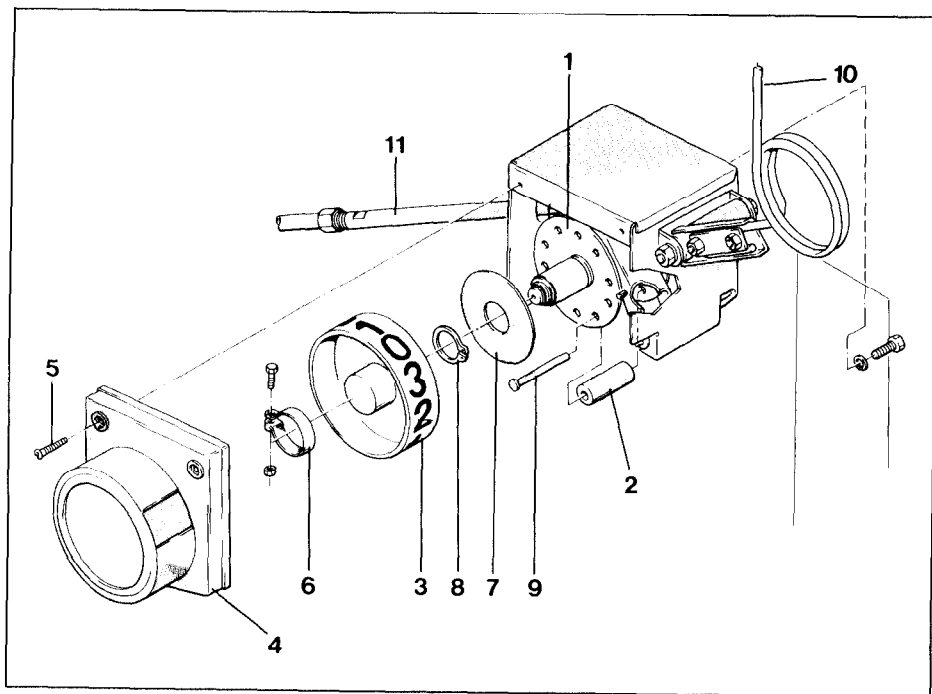
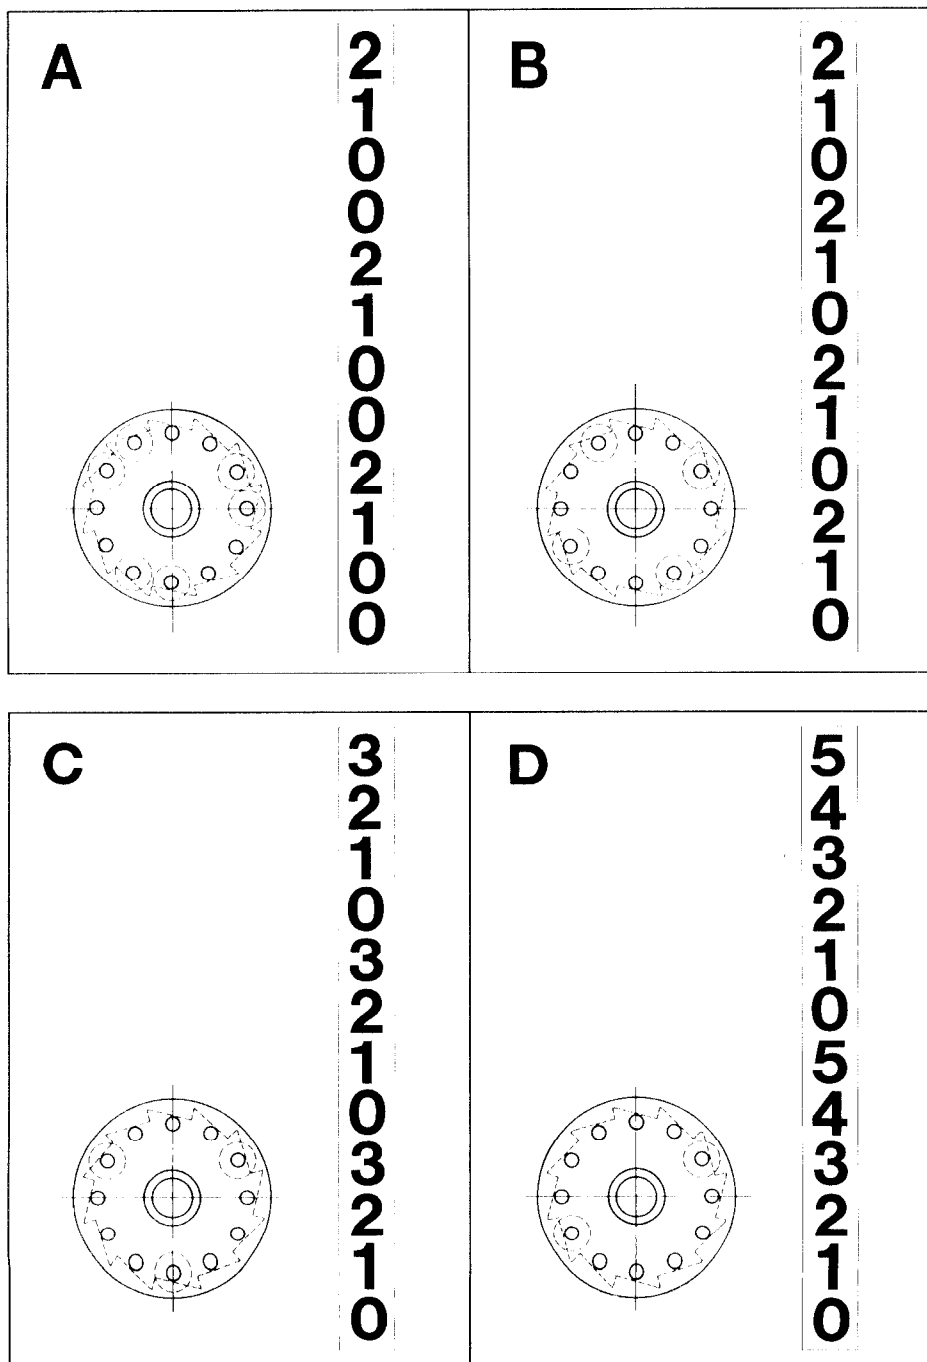

Fig. 93
Fig. 94
For at ændre kørsponsrytmen i kørsponsautomaten kan man enten afmontere eller supplere skifterullerne (Fig.93/2) i fordelershjulet.
- Beskyttelsesdækslet (Fig.93/4) afmonteres efter at de to skruer (Fig.93/5) er taget ud.
- Spændebåndet (Fig.93/6) løsnes og trækkes af sammen med markeringshjulet (Fig.93/3).
- Sikringsskiven (Fig.93/7) tages af, efter at låseringen 24x1,2 (Fig.93/8) er fjernet.
- De fritliggende skifteruller (Fig.93/2) kan nu omstilles efter at stifterne (Fig.93/9) er taget ud, omstillingen skal ske efter Fig.94.
- Sikringsskiven (Fig.93/4) og låseringen (Fig.93/8) monteres.
- Markeringshjulet (Fig.93/3) forsynes med en ny kontrolstrimmel (Fig.94) og fastgøres på fordelershjulet ved hjælp af spændebåndet (Fig.93/6).
- Derefter trækkes der i betjeningsarmen (Fig.93/10), indtil forbindelsesrøret (Fig.93/11) bliver trukket og fastholdt af en skifterulle (Fig.93/2). Beskyttelsesdækslet (Fig.93/4) holdes mod omskifterkassen og markeringshjulet (Fig.93/3) drejes, indtil tallet „0“ kan ses i beskyttelsesdækslets rude.
- Markeringshjulet (Fig.93/3) fastgøres med spændebåndet (Fig.93/6) og beskyttelsesdækslet (Fig.93/4) monteres.
- Der trækkes i kørsponsautomatens betjeningsarm (Fig.93/10) indtil markeringshjulet (Fig.93/3) har drejet sig mindst tre hele omgange og det kontrolleres kørsponsautomaten arbejder efter forskrifterne, d.v.s. at forbindelsesrøret (Fig.93/11) trækker til i hver „0“ stilling.